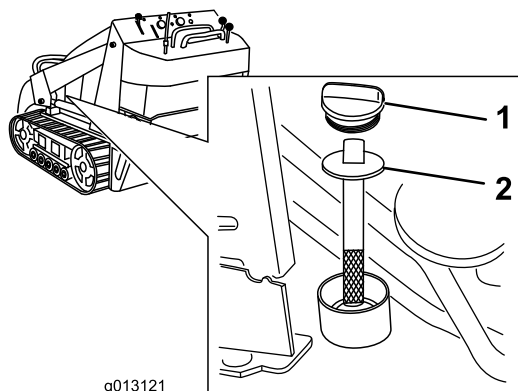

Рисунок 17
5. Очистите зону вокруг заливной горловины и крышки гидравлического бака (Рисунок 17).
6. Снимите крышку с горловины заливного отверстия и проверьте уровень гидравлической жидкости с помощью шупа (Рисунок 17).